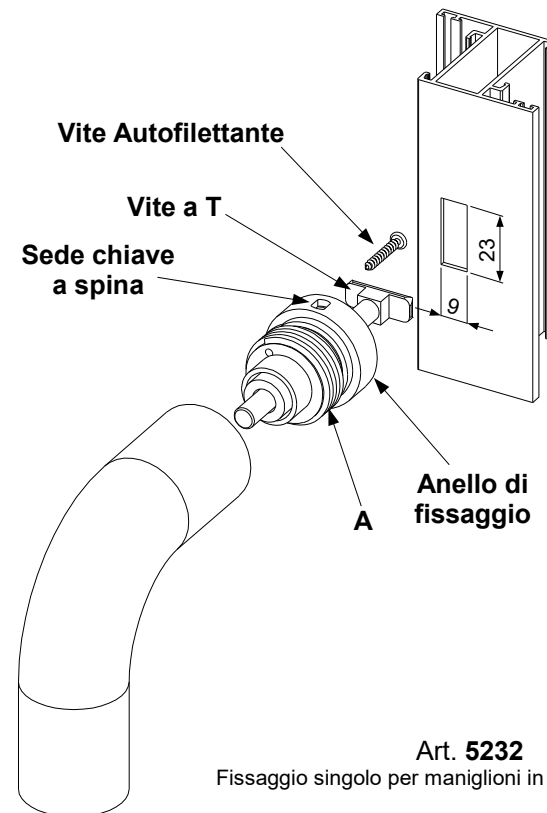

Fig. 1
- Ruotare di 90° gli anelli con foro laterale e allontanare il maniglione dal profilato facendo inserire il quadro della vite nella lavorazione del profilato. (come in fig.1)